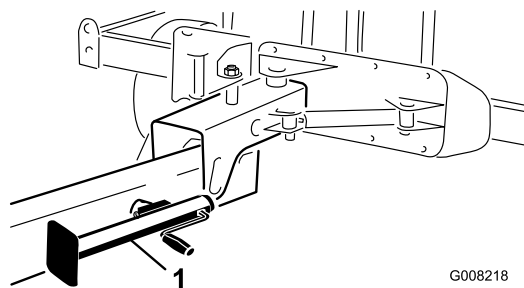

Figura 24
8. Baje el gato al suelo para estabilizar la máquina (Figura 24).